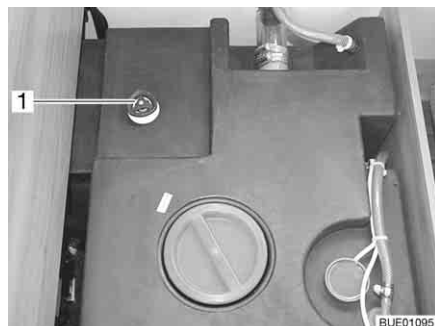

Fig. 245 Reservatório da água com manípulo rotativo
- No reservatório da água, gire o manípulo rotativo (Fig. 245,1) em sentido contrário ao dos ponteiros do relógio para lá da resistência até ao encosto, para abrir completamente o orifício de esvaziamento.